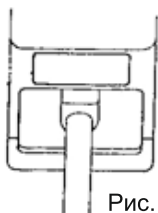

Рис. 12
6.3. Переключение передач (см. рис. 12)